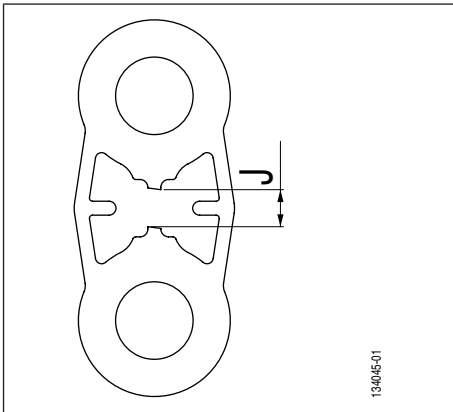
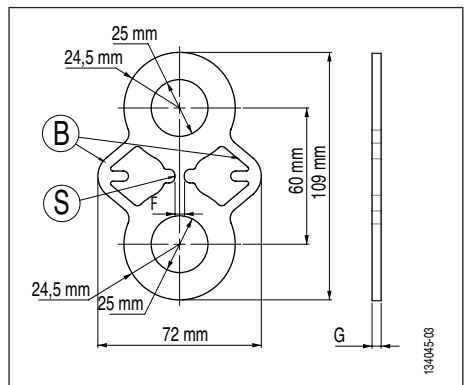

Fig. 1
Fig. 3
La charge de test est atteinte par la rupture de la section centrale de la plaquette (Fig. 3, page 11, repère S). Une paire de bras de retenue (Fig. 3, page 11, repère B) permet de garantir le maintien de la ligne de mise en charge après rupture de la section indicatrice 'S'.
Les différentes références de plaquettes de test TA sont réalisées en acier inoxydable de même nuance en vue de garantir la rupture de la section (Fig. 3, page 11, repère S) avec une précision de +/- 10% par rapport à la charge de rupture CR indiquée sur la plaquette (chapitre 11. *Marquages*). Les bras de retenue (Fig. 3, page 11, repère B) sont dimensionnés en vue de garantir une résistance mécanique d'au minimum la charge de rupture CR indiquée sur la plaquette.
- À la charge de rupture CR indiquée sur la plaquette (chapitre 11. *Marquages*) rupture de la section S (Fig. 3, page 11, repère S).
→ Allongement de la plaquette et apparition d'un jeu 'J' entre les deux demi-parties haute et basse de la plaquette de test TA (Fig. 1, jeu J).
⚠ DANGER: Si l'opérateur remet en charge la plaquette après rupture de la section 'S', il y a risque de rupture des bras de retenue (Fig. 3, page 11, repère B) et chute de l'appareil de mise en charge. Le jeu 'J' maximum (Fig. 1, jeu J) ne doit pas dépasser 15 mm.